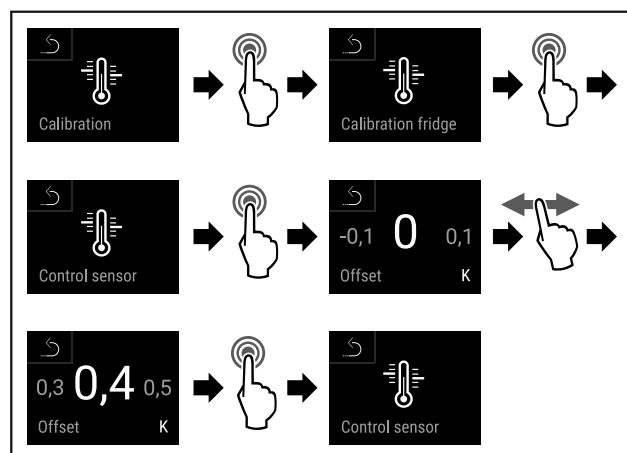

Fig. 137
- Handlungsschritte (siehe Fig. 137) durchführen.